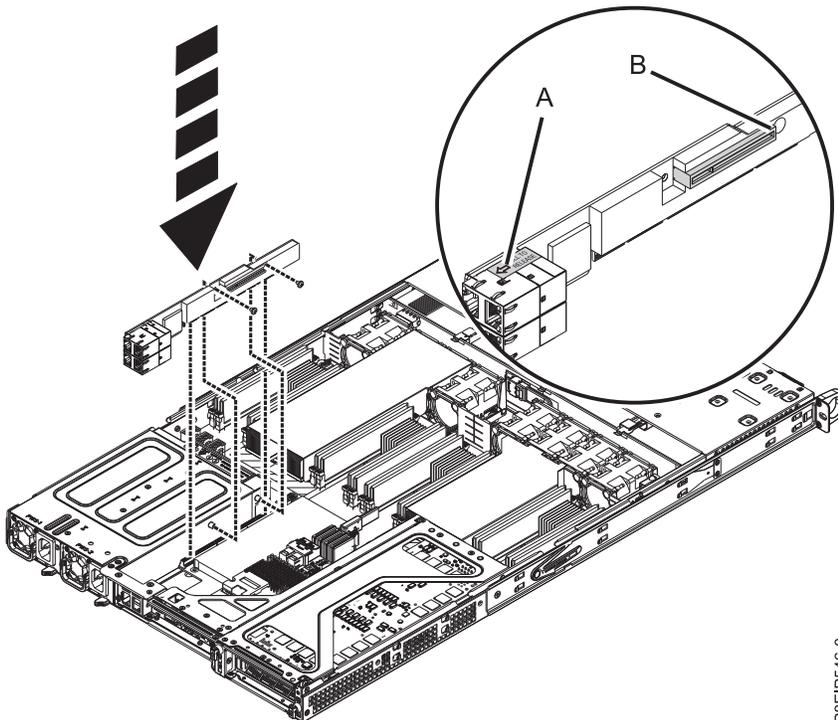

Figura 40. Substituindo os parafusos do riser PCIe
- b. Substitua os dois parafusos para prender a placa riser PCIe ao chassi conforme mostrado na Figura 40.